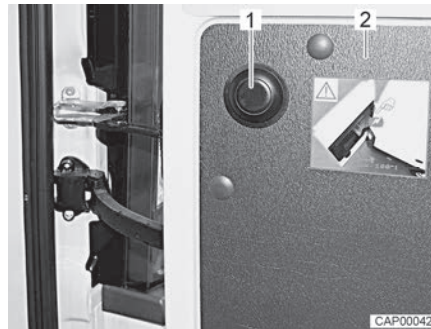

Bild 11 Tryckknapp för att frigöra begränsningen
- Öppna bakdörr (Bild 11,2) till anslag.
- Tryck tryckknapp (Bild 11,1), håll fast bakdörren och öppna försiktigt på nytt.